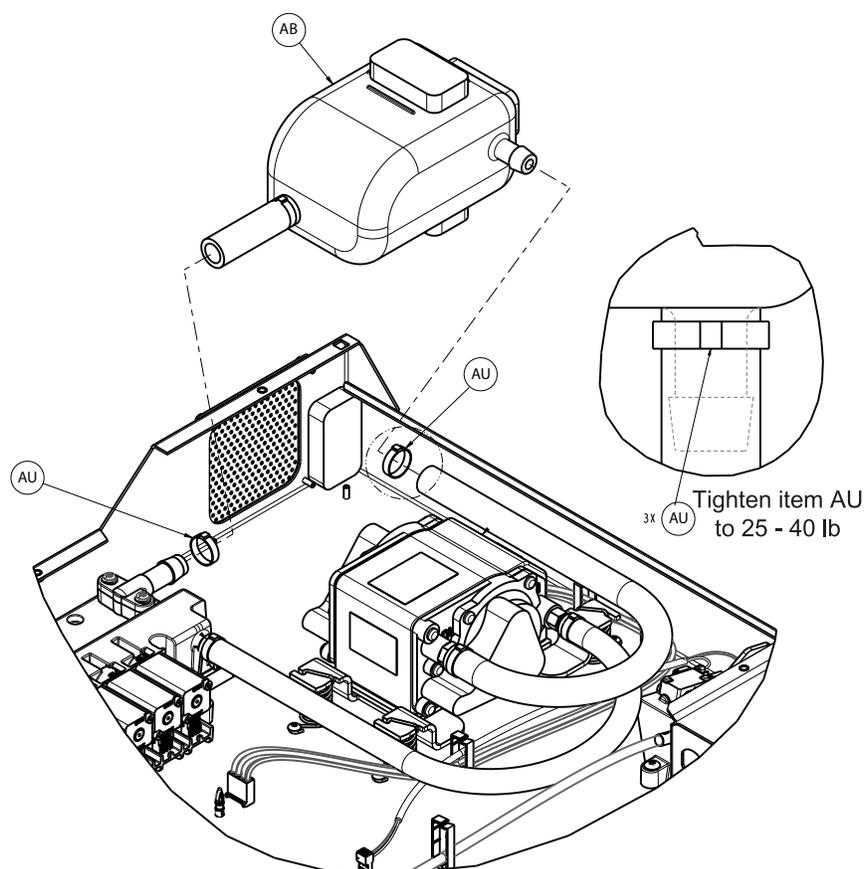

Figure 24 – Résonateur
- À l’aide d’une pince diagonale, couper les serre-câbles (AU) des conduites d’entrée et de sortie du résonateur (AB) (Figure 24). Jeter les serre-câbles.